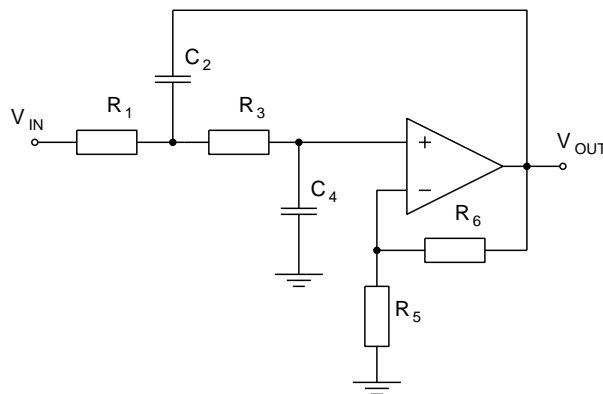
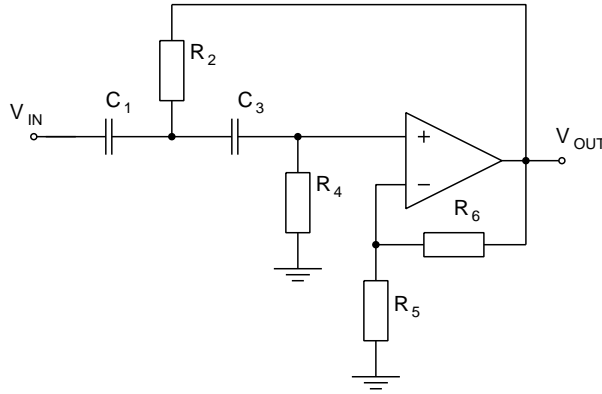
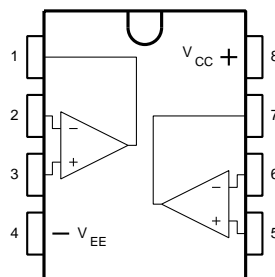

Abbildung 3: Aktives Tiefpassfilter zweiter Ordnung (*VCVS* Filter) mit einfacher positiver Rückkopplung.
Abbildung 4: Aktives RC-Hochpassfilter zweiter Ordnung. Beachte die Dualität zum Tiefpassfilter in Abbildung 3.
Abbildung 5: Pinbelegung des Operationsverstärkers TL072 (Ansicht von oben).
Es gibt viele Möglichkeiten, aus Widerständen, Kondensatoren und Operationsverstärkern Filter aufzubauen. Die in diesem Versuch verwendeten Schaltungen werden Sallen-Key Filter oder auch *VCVS*1 Filter genannt. Sie weisen einen einfachen positiven Rückkopplungspfad auf (Abbildung 3). Mit dieser Anordnung lassen sich Tiefpass- und Hochpassfilter realisieren. Die Schaltung eines Hochpasses ergibt sich aus dem Tiefpass nach Abbildung 3, wenn anstelle der Widerstände Kondensatoren eingesetzt werden und umgekehrt (für alle Elemente ausser  $R_5$  und  $R_6$ ). Abbildung 4 zeigt den so hergeleiteten Hochpass.
Mit den gezeigten Schaltungen können unter anderem Filter mit Bessel-, Butterworth- oder Tschebyscheff-Charakteristik gebaut werden; inverse Tschebyscheff und elliptische Filter sind mit diesen Schaltungen nicht realisierbar, da sie zusätzlich Nullstellen brauchen. Die folgenden Gleichungen (*design equations*) werden für die Dimensionierung der Schaltungselemente in Abbildung 3 und 4 verwendet:
2. Wir bauen ein aktives Butterworth-Tiefpassfilter zweiter Ordnung (siehe Abbildung 3) mit DC-Gain von 6 dB und Grenzfrequenz  $f_g = 1000 \text{ Hz}$ . Dies ergibt folgende Werte für die Filterparameter:  $k = 2$ ,  $\omega_p = 2\pi \cdot 1000 \text{ s}^{-1}$  und  $q_p = \sqrt{2}/2$ . Nun müssen die Werte der Widerstände und Kondensatoren festgelegt werden. Gegeben sind  $R_6$ ,  $C_2$  und  $C_4$ . Berechne  $R_5$ ,  $R_1$  und  $R_3$ .
3. Baue die Filterschaltung auf dem Steckbrett auf. Dazu ein praktischer Ratschlag: Orientiere dich beim Platzieren der Bauelemente am Schaltplan (Abbildung 3), das erhöht die Übersichtlichkeit. Die Pinbelegung des Operationsverstärkers TL072 ist in Abbildung 5 gezeigt. Verwende eine Versorgungsspannung von  $\pm 15 \text{ V}$ .
7. Die Schaltung lässt sich leicht in einen Hochpass transformieren, indem die Widerstände durch Kondensatoren ersetzt werden und umgekehrt ( $R_5$  und  $R_6$  sind davon ausgenommen). Abbildung 4 zeigt die Schaltung. Messe den Frequenzgang des Hochpasses und variiere  $\omega_p$  und  $q_p$ .